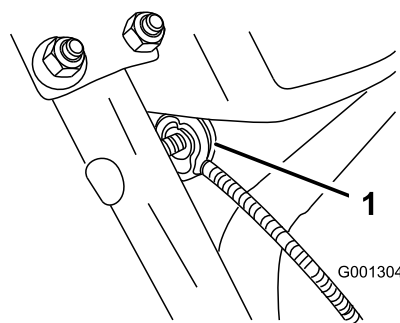

Figura 7
3. Togliete il dado e la rondella dalla stegola, attaccate alla stegola il serrafilò presente sul cavo, montate il dado e la rondella e serrate a mano il dado (Figura 7).